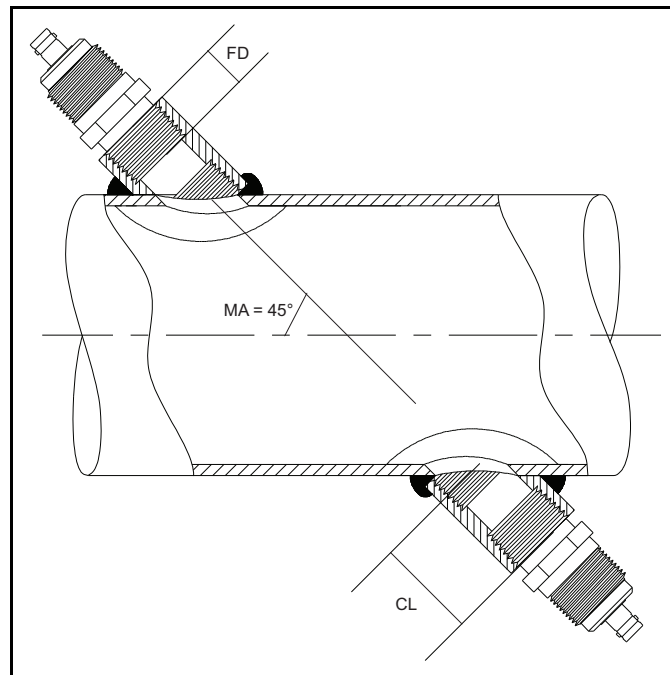

Figure 23: Détermination de la longueur de l'accouplement
- Diamètre intérieur de conduite (ID)
- Épaisseur de paroi (WT)
- Longueur de l'accouplement installé (CL)
- Profondeur de la face du transducteur (FD)
- Angle de montage (MA)
Utilisez la *Figure 23* ci-dessous pour mesurer correctement la longueur de l'accouplement. En général, la face du transducteur est placée juste à l'extérieur du diamètre intérieur (ID) de la conduite, ou légèrement en retrait à l'intérieur de l'accouplement.